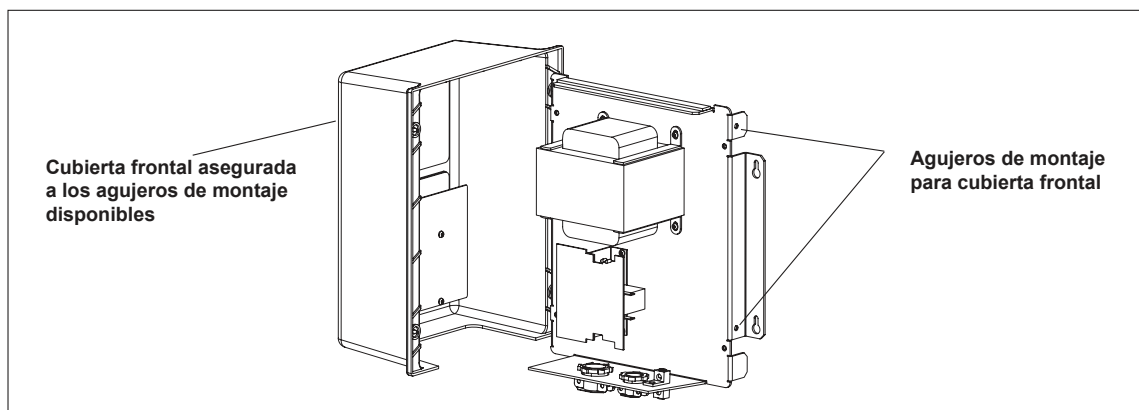

Figura 7. Asegurando la cubierta frontal del centro del control a el chasis de la placa posterior
5. Usando dos de los cuatro tornillos de la cubierta frontal, fije la cubierta a la placa posterior del chasis. Por favor note que la placa posterior del chasis tiene agujeros de montaje en ambos lados que le permiten asegurar la cubierta a cualquier lado de la placa posterior mientras usted hace todo el cableado de las conexiones (vea Figura 7).